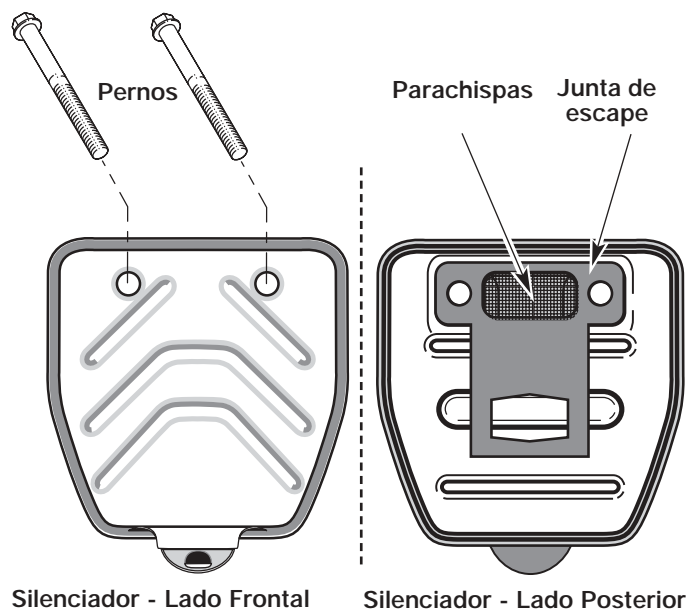

Fig. 31
2. Ubique el frente del silenciador y los dos (2) pernos que lo sujetan al motor (Fig. 31). Quite los dos (2) pernos con un destornillador de punta plana, una llave de tubo de 8 mm (5/16 pulg.) o destornillador para tuercas. Hale el silenciador del motor.
3. Voltee el silenciador al lado posterior y ubique la junta del silenciador. Retire la junta del silenciador (Fig. 31).
7. Ponga la junta del silenciador contra el lado posterior del mismo. Alinee los orificios de los pernos de la junta del silenciador en el silenciador. Mientras sostiene la junta en su lugar, ponga los pernos en el lado frontal del silenciador (Fig. 31).